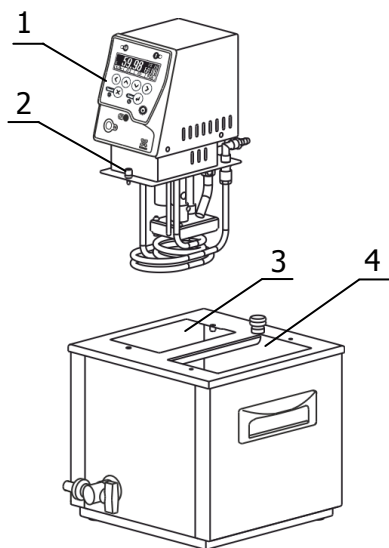

Рисунок 2 — Установка блока регулирования
2.2.3 Установить блок регулирования температуры 1 в отверстие в крышке термостата 3 (рисунок 2). После установки закрепить блок регулирования винтовыми фиксаторами 2.